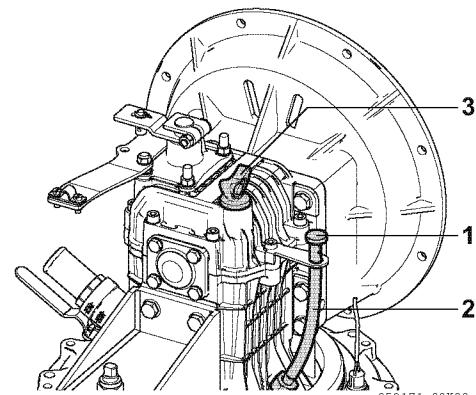

Figura 11
1. A mudança de óleo deve ser feita retirando a ficha (1, **Figura 11**) do tubo de sucção do óleo (2, **Figura 11**). A sucção pode ser feita com uma bomba manual (4, **Figura 12**).
2. Empurre a mangueira da bomba manual (4, **Figura 12**) através do tubo de sucção (2, **Figura 11**) e o puxe o fluido para fora.
3. Desaperte a vareta do óleo (3, **Figura 11**).
5. Enrosque a vareta do óleo (3, **Figura 11**).